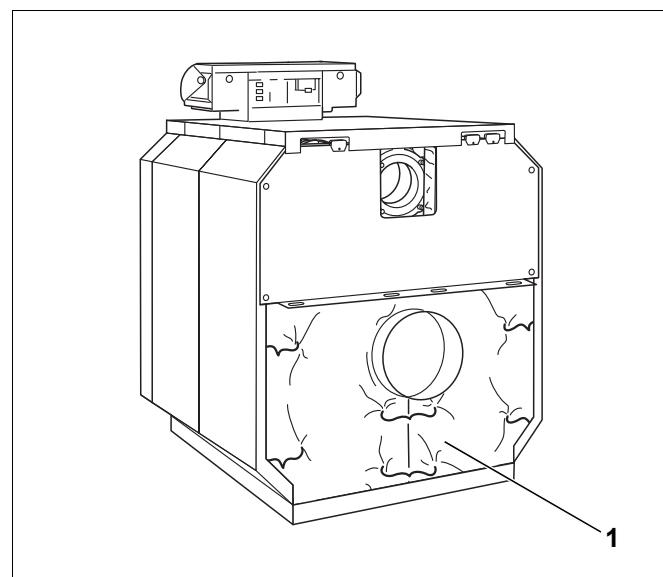

Fig. 76 Riassemblaggio dell'isolamento dell'elemento posteriore
- ▶ Ribaltare in basso l'isolamento termico dell'elemento posteriore e compattarlo al di sotto del collettore fumi tramite la molla di tensione (fig. 76, [1]).